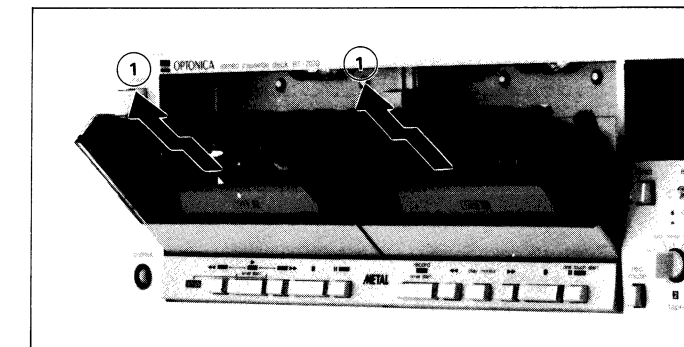
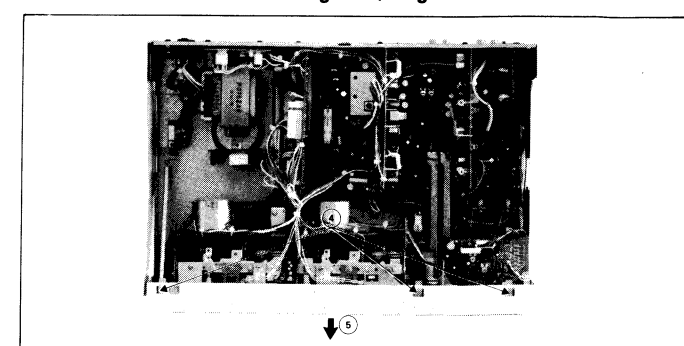

Abbildung 4-3 / Figure 4-3
Abbildung 4-5 / Figure 4-5
- Die beiden Schutzplatten (durchsichtig) der Cassettenabteile gemäß der Abbildung 4-5 abziehen. Diese Platten nicht gleichzeitig sondern hintereinander entfernen.
- Die sechs (6) Reglerknöpfe von der Frontplatte abziehen.
- Die beiden (2) Schrauben von der Frontplatte entfernen.
- Die drei (3) Halterungen der Frontplatte herausziehen.
■ ENLEVEMENT DU PANNEAU AVANT (voir les Figures 4-3, 4-4 et 4-5)
- Retirer les deux plaques du couvercle du compartiment pour cassette (transparentes), comme indiqué dans la Fig. 4-5. Les retirer séparément, et non pas en même temps.
- Retirer les six (6) boutons du panneau avant.
- Retirer les deux (2) vis du panneau avant.
- Pousser les trois (3) butées du panneau avant vers l'avant.